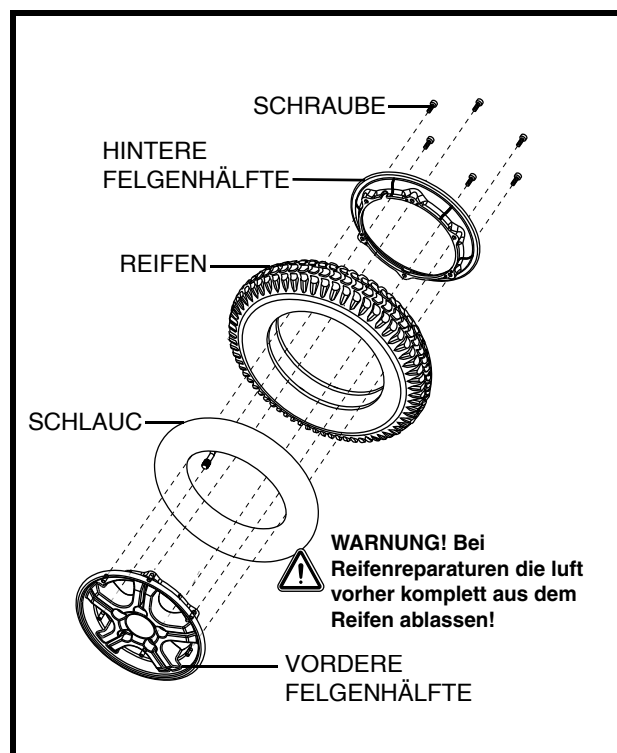

Abb. 22. Antriebsrad Aufbau
6. Entfernen Sie die Schraube und trennen Sie die vordere und hintere Felge. **Siehe Abb. 22.**
8. Schrauben Sie die beiden Felgenhälften zusammen. **Siehe Abb. 22.**
10. Die fünf (5) Radmuttern wieder installieren und festschrauben.